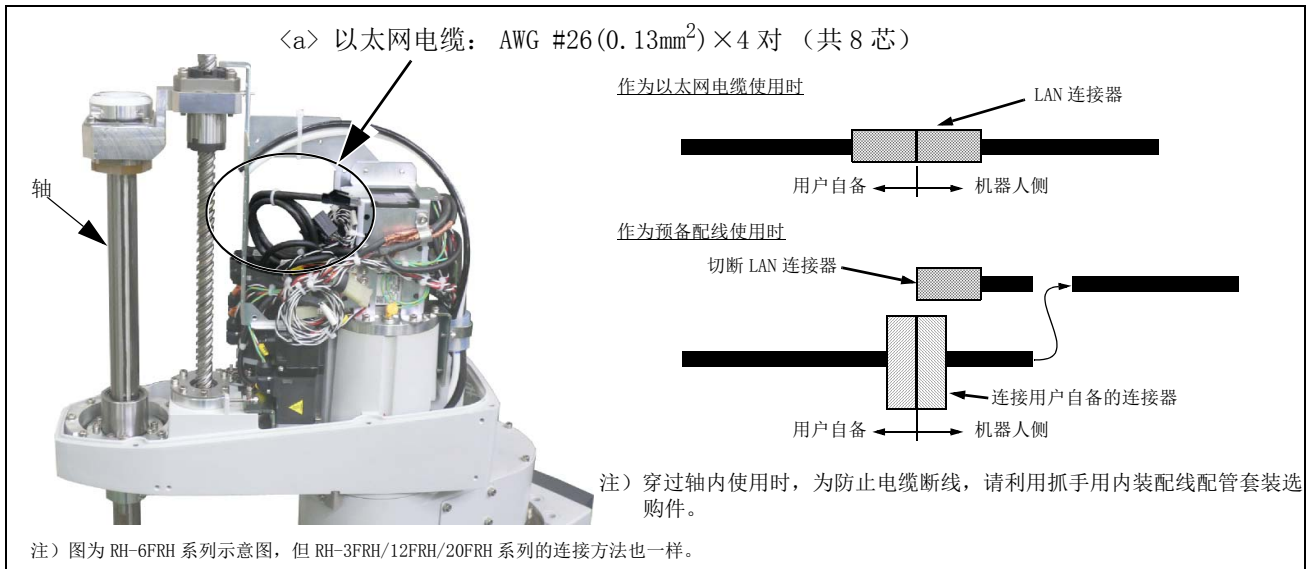

图 2-12：以太网电缆的引出
- 2) 图 2-12 标示为 <a> 的位置有以太网电缆。（收纳成卷状）